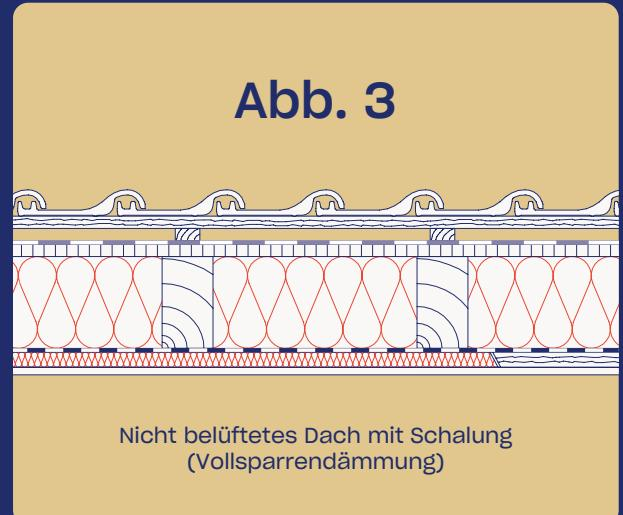

Abb. 3
**Variante 2:** Die Dampfbremse ist zwischen der ersten und zweiten Dämmschicht angeordnet. Wird auf den rechnerischen Tauwasser-Nachweis verzichtet, darf der Wärmedurchlasswiderstand der Bauteilschichten unterhalb der Dampfbremse nach DIN 4108-3 maximal 20 % des Gesamtwärmedurchlasswiderstandes betragen (S. 20, Abb. 3).
URSA SECO SD 0,025 als Schalungsbahn (Abb.3 / St.28)